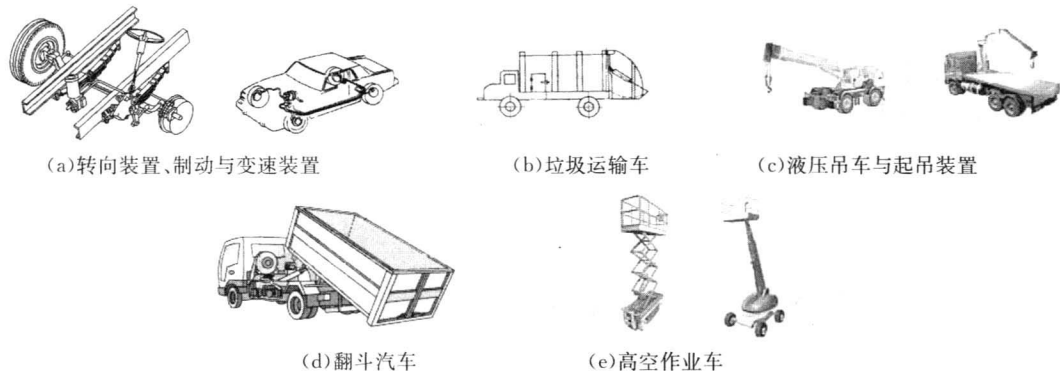

图 1-5
(5)用于汽车与汽车工业(图 1-5)翻斗汽车、清障车、垃圾运输车、高空作业车与消防车、液压大吊车等，都要依靠液压实现它们的特殊功能，就是一般汽车的转向装置、制动与变速装置等也同样离不开液压。